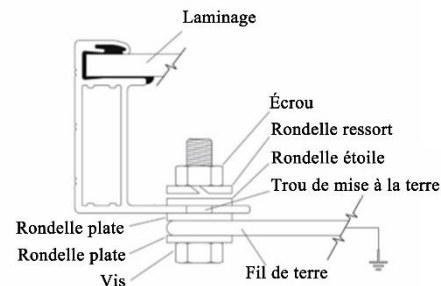

FIGURE 1
- Utilisez des boulons M8 et des rondelles pour relier le fil de terre et le cadre en aluminium à travers les trous de mise à la terre (comme indiqué sur la figure 1). Le couple de serrage est de 3-7N.m. Tous les écrous et rondelles doivent être en acier inoxydable.